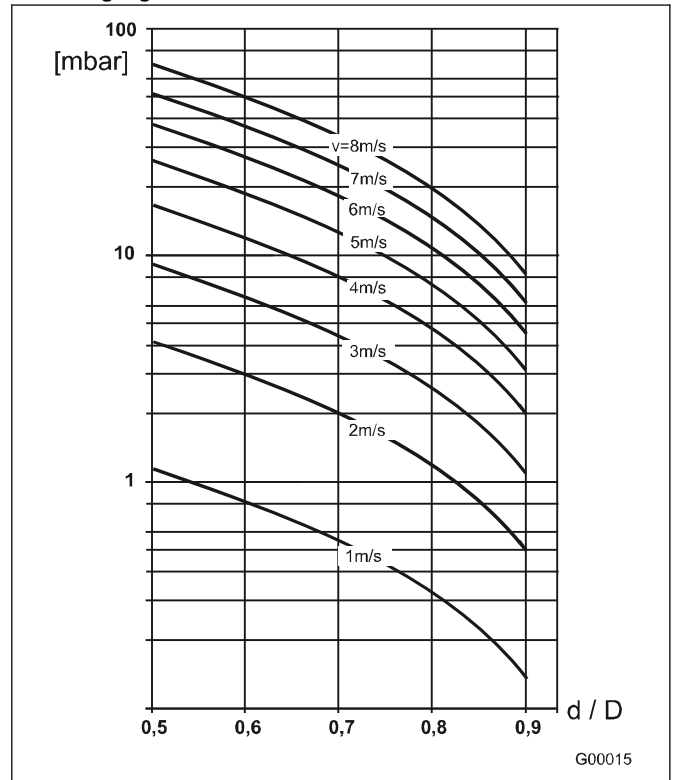

Abb. 12
2. Die Fließgeschwindigkeit aus dem Durchflussnomogramm (Abb. 12) entnehmen.
3. In der Abb. 12 auf der Y-Achse den Druckverlust ablesen.